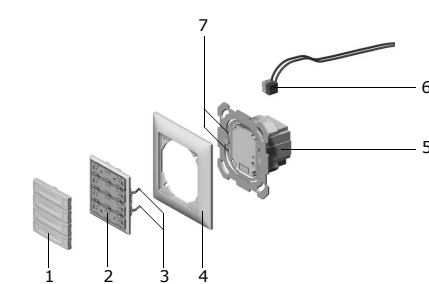

Fig. 4 Einbau | Montage | Montaggio
- Schraubendreher vorsichtig in Drahteinführungsschlitz des schwarzen Teils der EIB-Klemme (6, Fig. 4) einführen und Klemme herausheben.
- Busleiter an die EIB-Klemme (6) anschliessen (rot an "+" und schwarz an "-").
- EIB-Klemme (6) in Führungsnut am Busankoppler einführen und bis zum Anschlag eindrücken.
- Busankoppler/Aktor (5) in Einlasskasten oder auf Anschlussdose an der Wand montieren.
- Bedienoberfläche (2) mit Bedientasten (1) und Abdeckrahmen (4) so auf den Busankoppler/Aktor (5) aufsetzen, dass die Haltefedern (3) der Bedienoberfläche in die Schlitz (7) des Zwischenflansches zu liegen kommen.
- Bedienoberfläche (2) mit Bedientasten (1) an den Busankoppler/Aktor (5) andrücken, bis die Haltefedern (3) einrasten.
- Introduire avec précaution le tournevis dans la fente d'entrée de fil de la partie noire de la borne EIB (6, Fig. 4) et sortir la borne en soulevant.
- Connecter les conducteurs de bus à la borne EIB (6) (rouge sur "+" et noir sur "-").
- Introduire la borne EIB (6) dans la rainure de guidage du coupleur de bus et l'enfoncer jusqu'en butée.
- Monter le coupleur de bus/acteur (5) dans la boîte d'encastrement ou sur la boîte de raccordement au mur.
- Monter l'interface utilisateur (2) avec les touches de commande (1) et le cadre (4) sur le coupleur de bus/acteur (5) de façon que les ressorts coudés (3) de l'interface utilisateur se placent dans les encoches (7) du cadre intermédiaire.
- Presser l'interface utilisateur (2) avec les touches de commande (1) contre le coupleur de bus/acteur (5) jusqu'à ce que les ressorts coudés (3) s'enclenchent.
- Introdurre con cautela il cacciavite nell'interstizio della parte nera del morsetto EIB (6, Fig. 4) ed espellere il morsetto.
- Collegare il conduttore bus al morsetto EIB (6) (rosso con "+" e nero con "-").
- Introdurre il morsetto EIB (6) nella scanalatura del modulo di accoppiamento del bus, spingendolo a fondo.
- Montare il modulo di accoppiamento bus/attuatore (5) nella scatola incassata o sulla presa a muro.
- Applicare la tastiera (2) con i tasti di comando (1) e il telaio di copertura (4) sul modulo di accoppiamento bus/attuatore (5) in modo che le linguette (3) della tastiera si innestino negli interstizi (7) della flangia intermedia.
- Premere la tastiera (2) con i tasti di comando (1) sul modulo di accoppiamento bus/attuatore (5) fino a far innestare in sede le linguette (3).